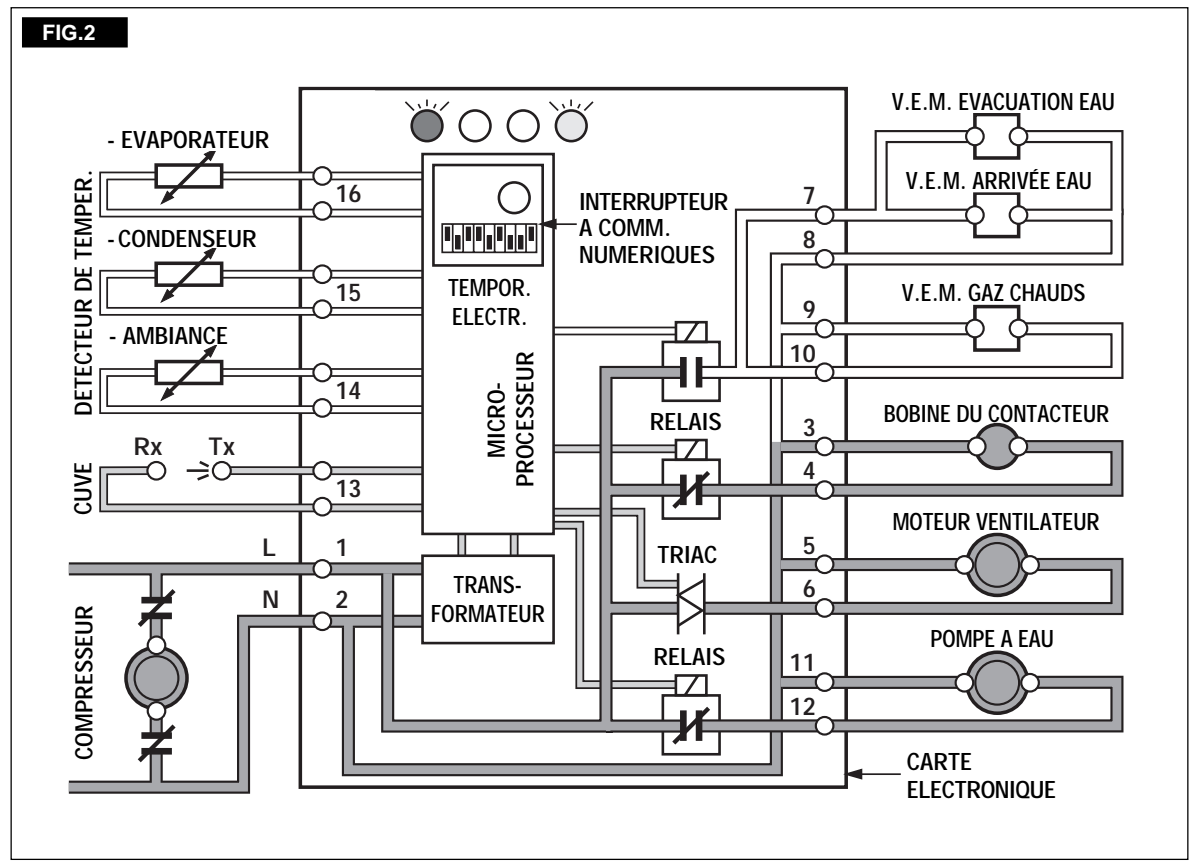

FIG. 3
**NOTA.** Sur les modèles refroidis par air, la haute pression (condensation) est maintenu entre 16 et 18 bar par un détecteur de température placé dans les ailettes du condenseur. Dans le cas où la température du condenseur monte à une valeur supérieure à 70°C, à cause du condenseur bloqué par la saleté ou d'une panne du ventilateur, dans les machines refroidi par air, et à 60°C, dans celles refroidi par eau, le détecteur de température arrête le fonctionnement de la machine allumant simultanément, le témoin ROUGE de haute température (Fig.3).